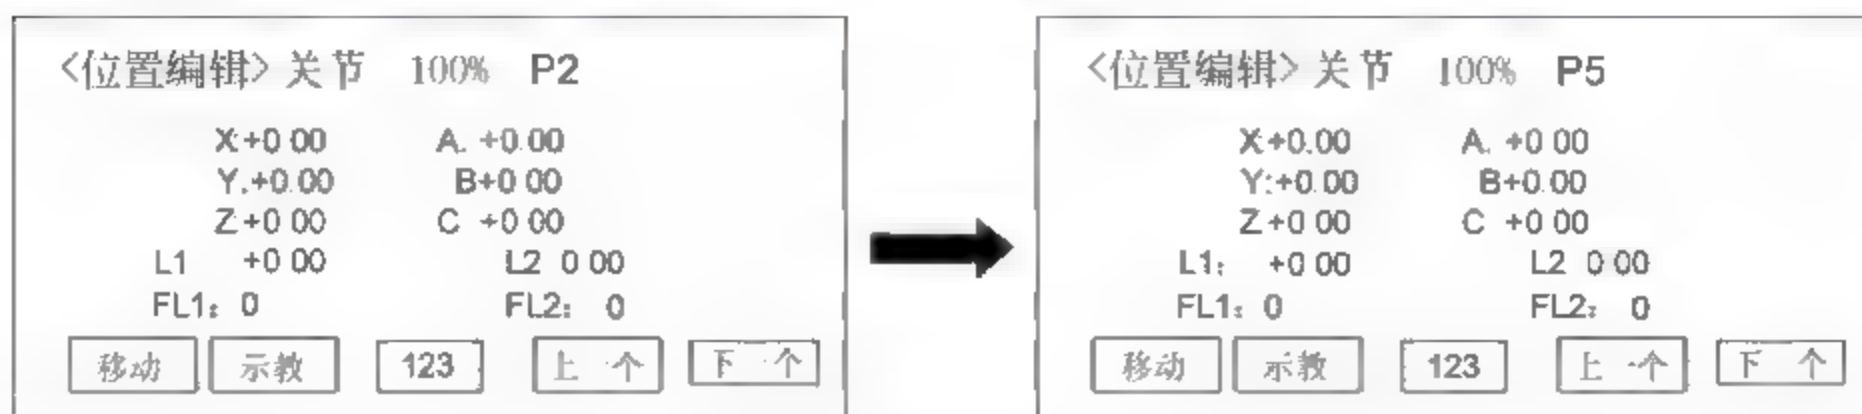

图 4 15 调出 P5 点
① 使用 JOG 功能,将机器人直接移动到(预定的)P5 点,并在显示屏上观察“当前点”的数据。
② 在“指令编辑”界面按下切换键进入“位置编辑”界面,如图 4 14 所示。